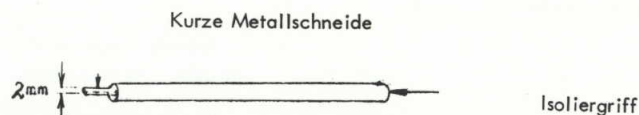

Bild 1
- 1.1 Schraubendreher( kleiner Philips-Schrauber mit Metallspitze ) - Bild 1 -